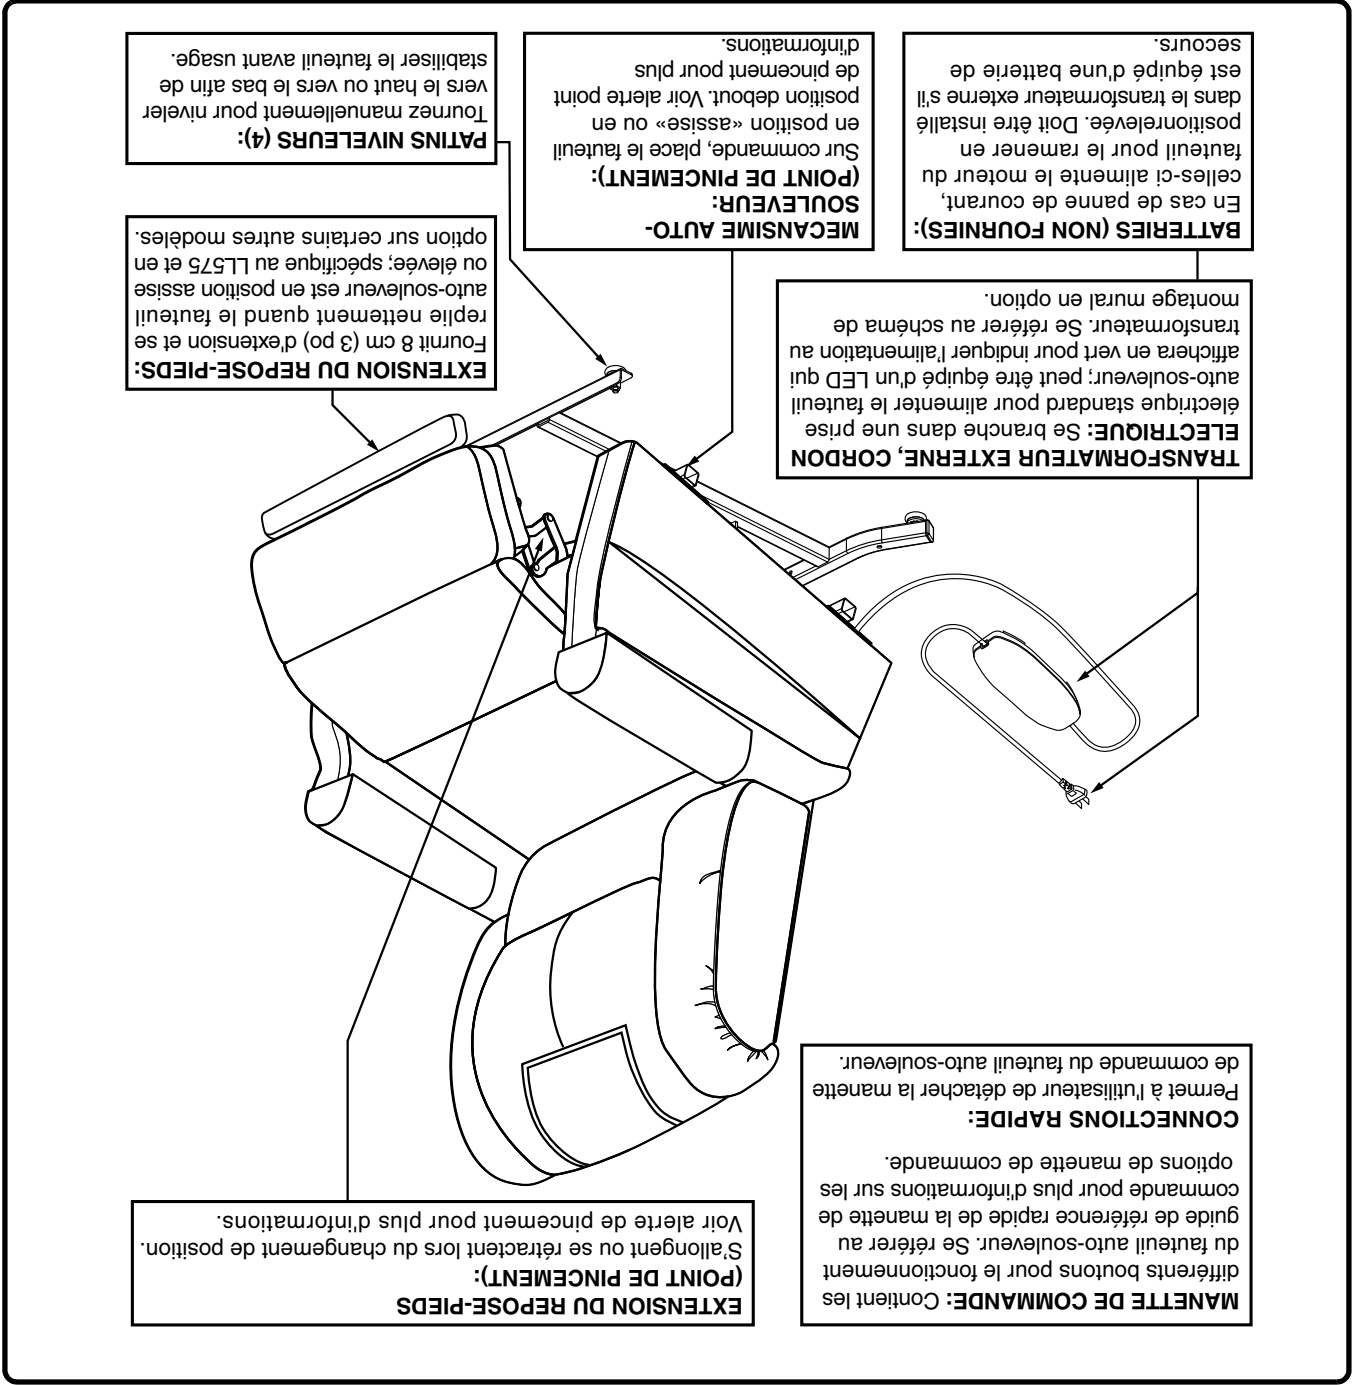

Figure 3.1 Composantes du fauteuil auto-souleveur
2. Réglez les patins niveleurs pour stabiliser le fauteuil auto-souleveur (Fig. 3.1).
Les fauteuils auto-souleveurs sont équipés de plusieurs châssis et de plusieurs composants électriques. En règle générale, les composants du châssis (ou le cadre) incluent un coussin* de siège amovible, repose-pied, nivelage de pieds, un mécanisme de levage, et des mécanismes à ciseaux. Les composants électriques comprennent le transformateur externe, manette de commande, et ± piles (non fournies). Reportez-vous à la **figure 3.1** et notez que les illustrations et les options énumérées peuvent ne pas refléter le type de fauteuil auto-souleveur que vous possédez.
Le mécanisme en ciseaux et de soulèvement possède des labels aux endroits ou on peut pincer/écraser ses doigts sous le fauteuil auto-souleveur. Gardez vos mains loin de ces endroits et assurez-vous qu'il n'y ait pas d'objet dans la trajectoire du mécanisme. Voir la **figure 3.1** pour localiser les endroits à éviter.